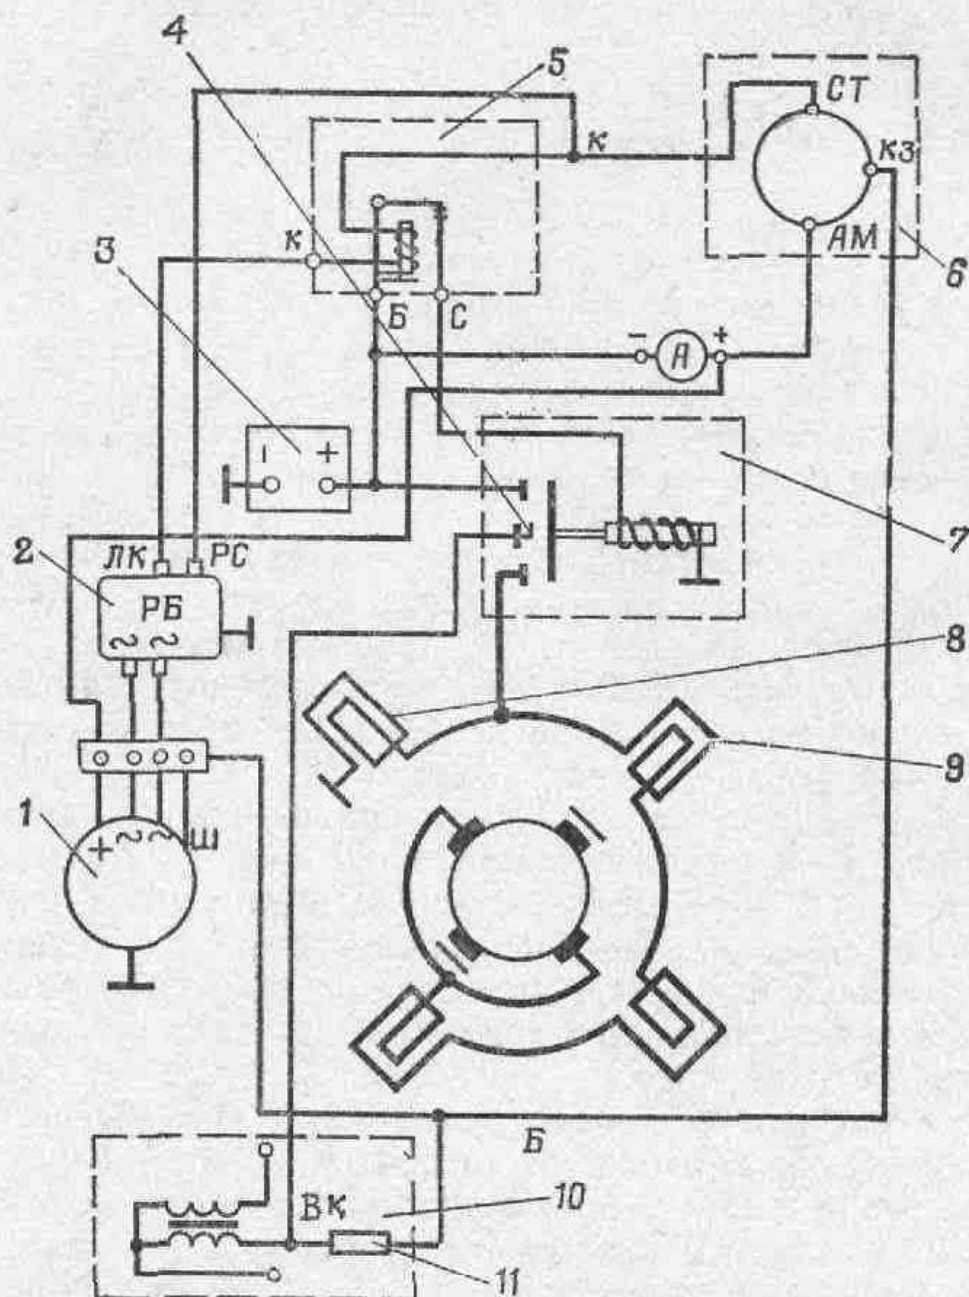

Рис. 96. Электрическая схема соединения стартера, дополнительного реле и выключателя зажигания:
**Работа стартера.** При повороте ключа выключателя зажигания в положение, соответствующее включению стартера, замыкаются контакты выключателя зажигания и ток от аккумуляторной батареи 3 (рис. 96) через эти контакты поступает в катушку дополнительного реле 5 стартера (обмотка реле 5 подключена одним выводом к батарее, а другим — к выводу ЛК реле 2 блокировки, который в схеме реле соединен с «массой»), намагничивая сердечник, который притягивает коромысло и замыкает контакты. Напряжение через контакты дополнительного реле 5 подается в обмотку тягового реле 7 стартера. Якорь 8 (рис. 95) тягового реле под действием электромагнитного поля
ет главные контакты тягового реле стартера, включая стартер, и дополнительный контакт 4 (рис. 96), благодаря чему отключается резистор 11 катушки 10 зажигания.